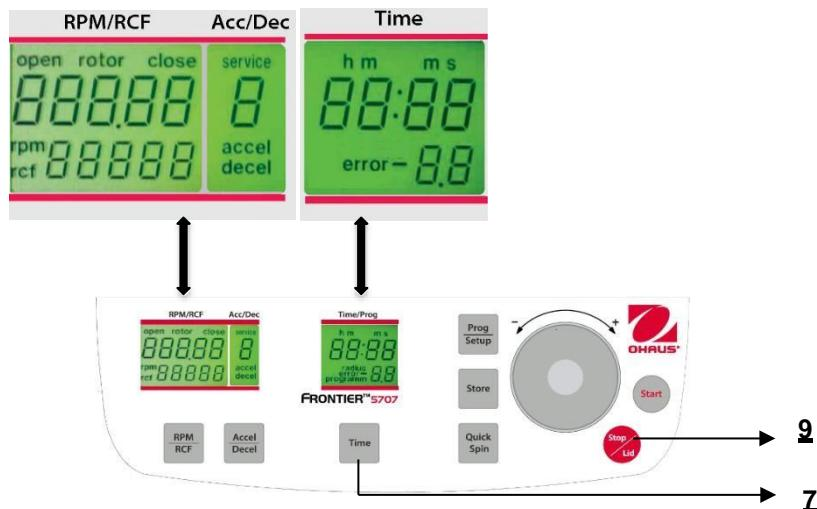

Figura. 27
Mentre la centrifuga è disconnessa, premere simultaneamente i tasti **"Time"**(7) e **"Stop/Lid"** (9) e connettere l'interruttore principale della centrifuga. Adesso, rilasciare entrambi i tasti e - per effetto di ciò - è eseguita una prova del **display** per circa 5 secondi. Tutti gli indicatori appariranno allo stesso tempo (Vedere figura 27).